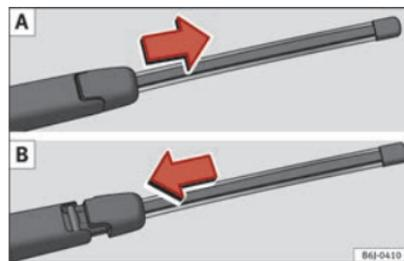

Fig. 165 Remplacement du balai d'essuie-glace arrière.
- Faites glisser l'adaptateur du balai dans le sens de la flèche et retirez le balai ⇒ fig. 165 A.
- Placez le balai comme indiqué sur la figure ⇒ fig. 165 B puis faites glisser l'adaptateur jusqu'à ce qu'il s'emboîte.